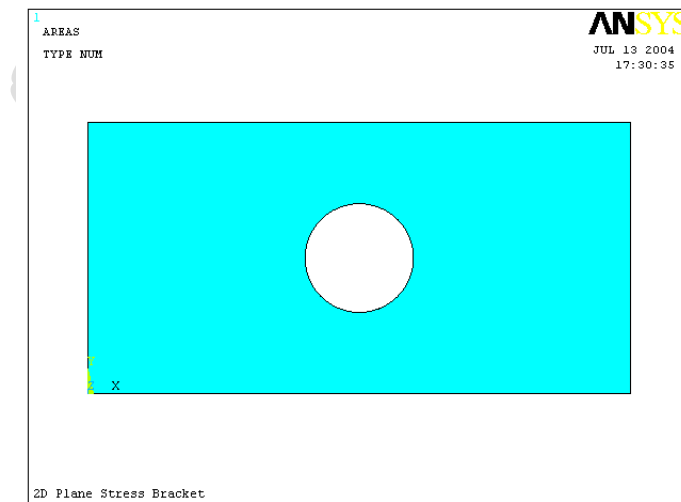

图1.35 建立的几何模型
(8) 接着单击【OK】按钮，程序就会对两个图形进行布尔减运算，得到的几何模型如图 1.35 所示。